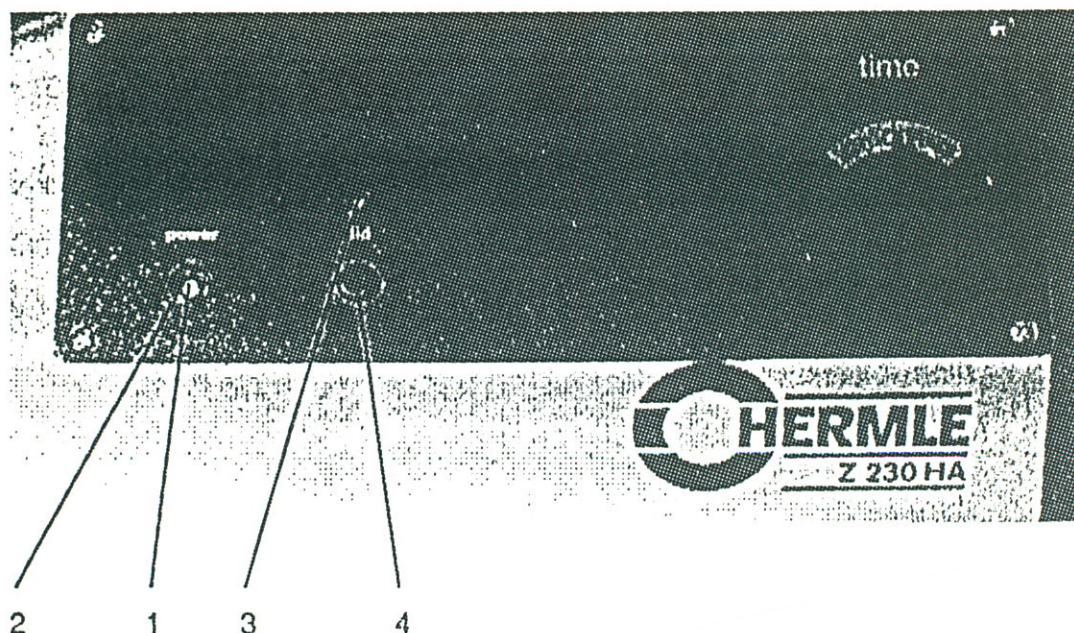

FIG 2
- Tænd for hovedafbryderen "POWER" (1). Den gule lampe over "LID" knappen lyser.
- Tryk på knappen "LID". Låget kan nu åbnes. (Se fig 2.)